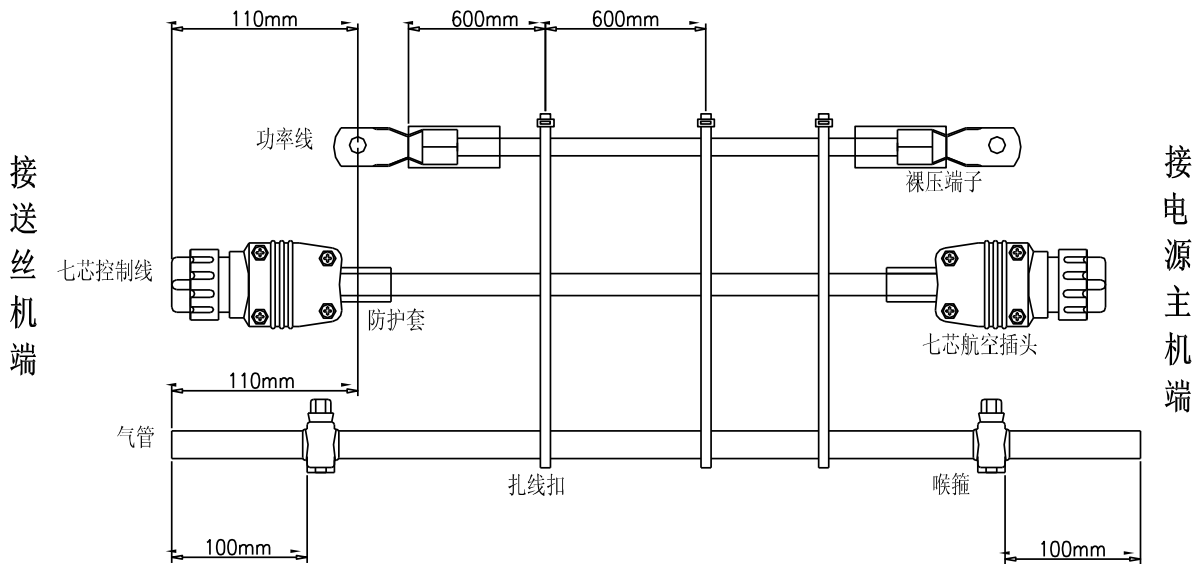

图2-2 线缆捆扎示意图
6. 三条线缆分别制作好后，以 600mm 一扎的距离用扎线扣束紧。接送丝机端，七芯控制线比功率线长出 110mm，气管比功率线长出 110mm，接焊机端控制线与气管多出部分不做处理。捆扎方式见图 2-2。